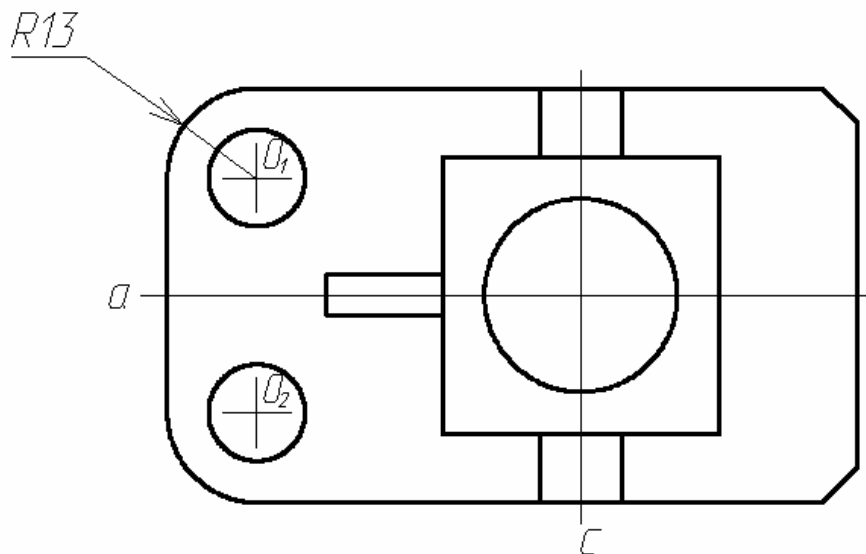

Рис. 19. Построение сопряжений и фасок. Копирование объектов
Квадрат построен. Следующий этап – построение сопряжений, фасок и двух окружностей диаметром 14 мм (рис. 19).
Левые прямые углы внешнего контура на виде сверху (см. рис. 19) скруглены дугами радиусом 13 мм. Выполнить подобные скругления проще всего командой редактирования **Сопряжение**. Сопрягать можно две пересекающиеся прямые или прямую и окружность (дугу).
**Построение двух окружностей диаметром 14 мм** (см. рис. 19). Построим их по следующей схеме: определим и отметим центровыми линиями центры окружностей, затем построим одну окружность, а вторую сформируем при помощи команды редактирования **Копируй**.
1. Выделим единичным выбором верхнюю окружность без маркера центра (см. рис. 19).
- выделим прямые **a** и **c** (см. рис. 19) и изменим ручками их длину так, чтобы они выступали за пределы квадрата и внешнего контура вида сверху на 2 – 5 мм.